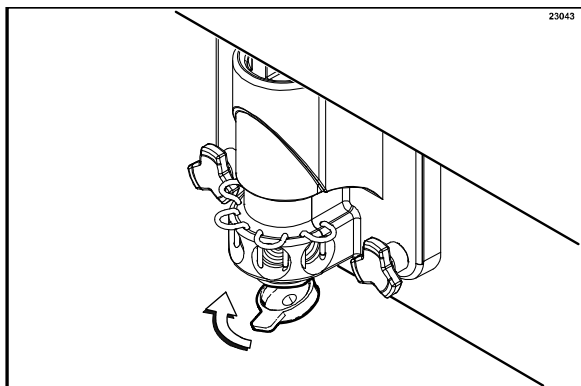

Рисунок 126
16. Наденьте рестриктор на торец раздаточного отверстия двери и установите удерживающие шплинты клапана сиропа. (См. рис. 126)